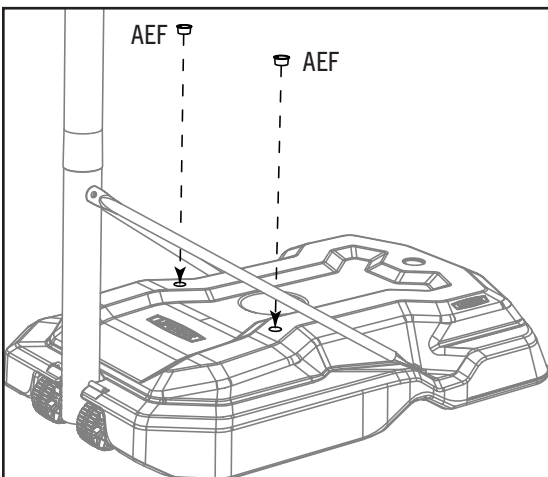

Fig. 1
1. Insertar un **tapón** (AEF) en cada uno de los orificios pequeños en la base (Fig. 1).